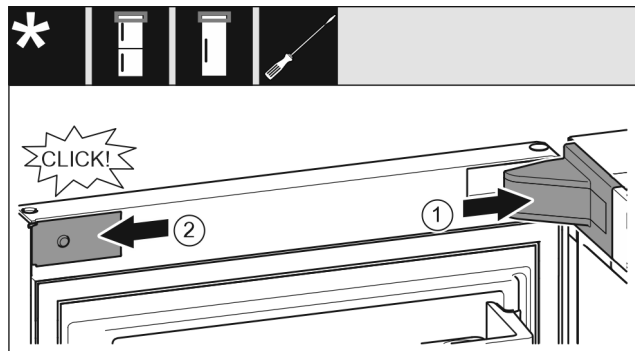

Fig. 65
- ▶ 放上并插入托架盖 Fig. 65 (1)，如有必要小心地按压分开。
- ▶ 将隔板 Fig. 65 (2) 放置到侧面并插入。